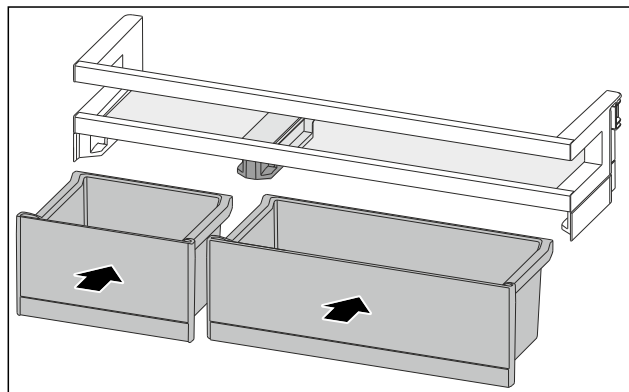

Fig. 113
- ▶ VarioBoxen in gewijzigde toewijzing plaatsen. (zie Fig. 113)